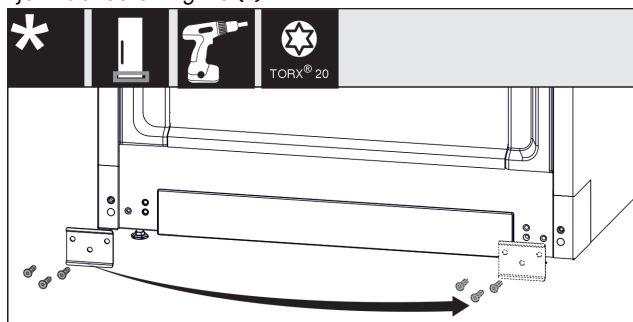

Fig. 14
- Skru av platen Fig. 14 (1), plasser den på den andre siden og skru den på igjen.